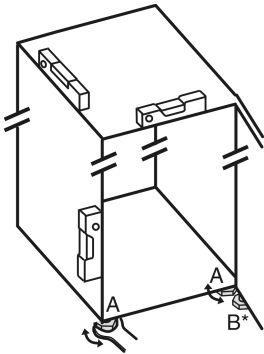

Fig. 5
- Skru de justerbare fødder Fig. 5 (A) ud ved hjælp af den medfølgende gaffelnøgle og et vaterpas, indtil hvidevaren står fast og i vater.
- Skru den justerbare fod Fig. 5 (B) på lejubukken af med den medfølgende gaffelnøgle, indtil den hviler på gulvet.
- Drej den justerbare fod Fig. 5 (B) 90° videre.